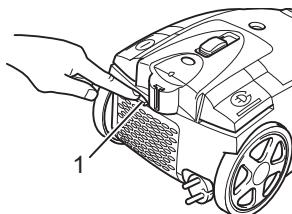

Abb. 25
- Öffnen Sie die Ausblasfilter-Abdeckung. Drücken Sie dazu die Entriegelung (Abb. 25/1) nach unten und ziehen Sie die Ausblasfilter-Abdeckung nach hinten heraus.